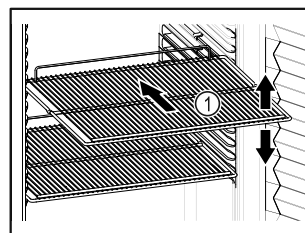

Fig. 61 Representación a modo de ejemplo
- ❑ Si los estantes de rejilla Fig. 61 (1) se pueden colocar en distintas posiciones, ajustarlos en altura.